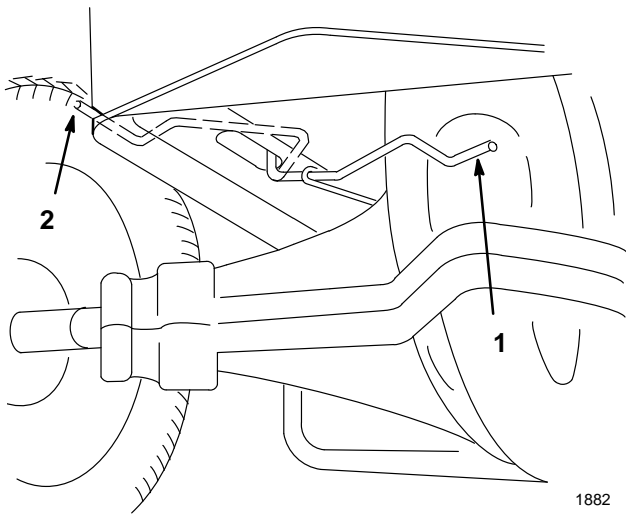

Abbildung 11
2. Den Antriebsregler auf Position "PUSH" (schieben) stellen. Dadurch wird das Antriebssystem ausgekuppelt, und die Räder können sich frei drehen (Abb. 11).
1. Den Antriebsregler auf Position "OPERATE" (Betrieb) stellen. Dadurch wird das Antriebssystem eingekuppelt (Abb. 11).